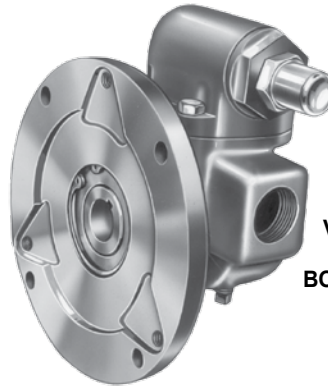

FIGURA 4
6. **RETIRE EL SELLO MECÁNICO O LOS SELLOS DE LABIOS.** (Consulte la Figura 4) Retire el anillo de resorte en la carcasa de las dos bombas más pequeñas (tamaños G y GG) y puede retirar el sello completo fuera del extremo grande con brida de la carcasa.